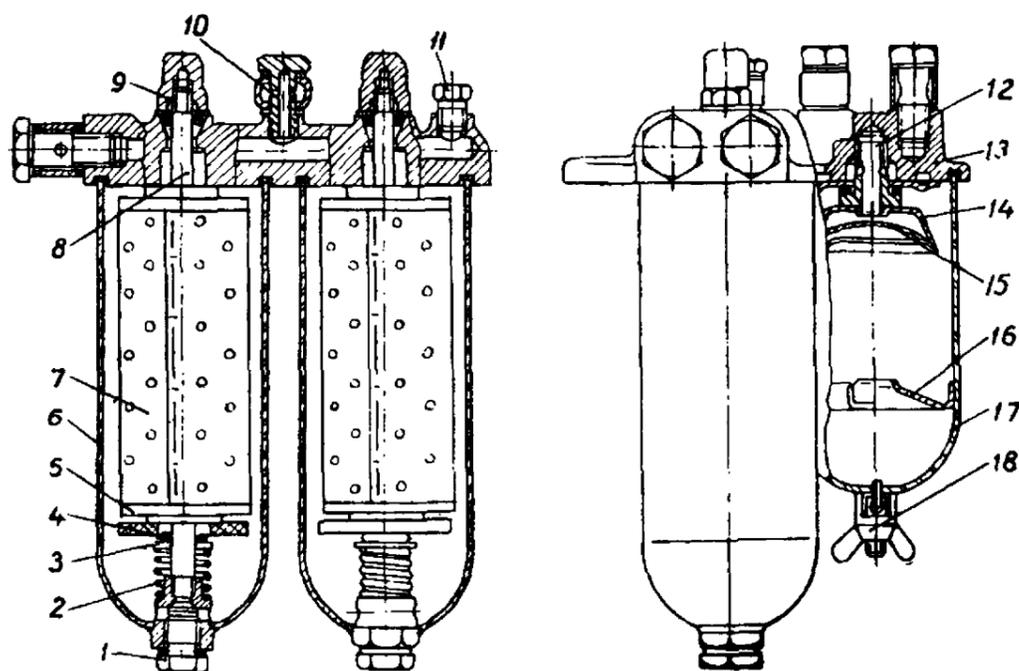

Рис. 20. Топливные фильтры:
3. Отверните корпус 14 с сеткой (рис. 20).
На работающем двигателе удаление воздуха происходит автоматически. Во время работы подкачивающий насос постоянно поддерживает избыточное давление в системе питания. Воздух вместе с топливом из горизонтального канала топливного фильтра (рис. 20) через калиброванное отверстие 10 и трубку поступает к топливному баку. Из бака воздух через сапун, смонтированный в крышке, выходит в атмосферу.